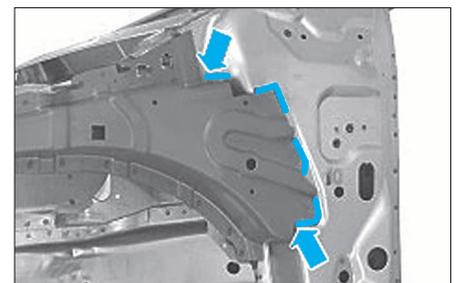

FIG. 9
- Soudure en cordon continu sous gaz protecteur la doublure d'aile aux zones indiquées (Fig.9).
En cas de réparation, les joints brasés MIG réalisés en production doivent être remplacés par des soudures sous gaz protecteur situées à d'autres endroits (Fig.9).